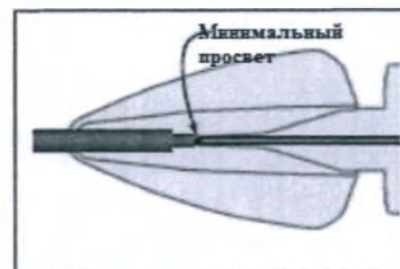

Рисунок 3: Выравнивание конца стилет-катетера
3. Зажмите дистальный конец инструмента для повторного заключения в оболочку между большим и указательным пальцами левой руки. Возьмитесь за прозрачный язычок у проксимального конца тела стилета-катетера большим и указательным пальцами другой руки (см. рисунок 3). Осторожно потяните прозрачный язычок стилета-катетера наружу и от инструмента для повторного заключения в оболочку под углом 45 градусов для разблокировки микроспирали. Продолжайте тянуть язычок до тех пор, пока не покажется дополнительно 1,3–2,5 см полупрозрачного материала.